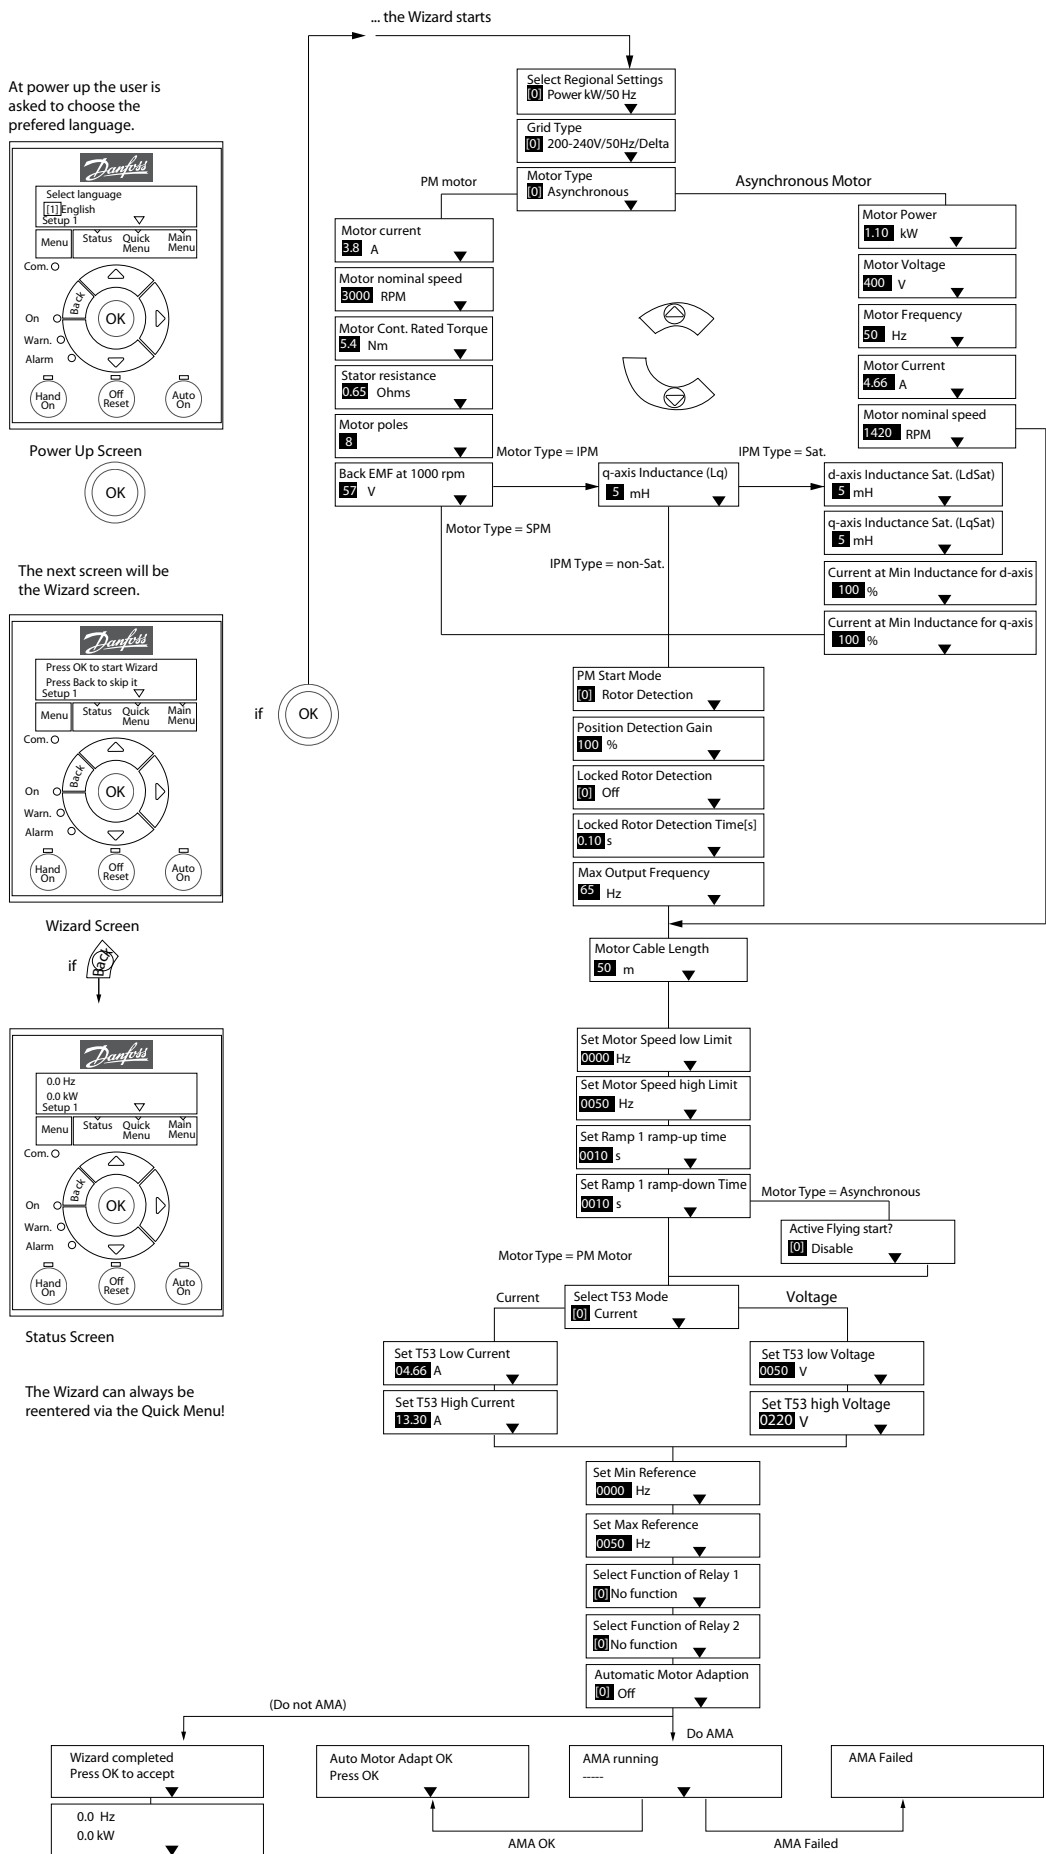

Рисунок 2.4 Мастер настройки параметров применений с разомкнутым контуром
- Мастер настройки параметров применений с разомкнутым контуром. Подробнее см. *Рисунок 2.4*.